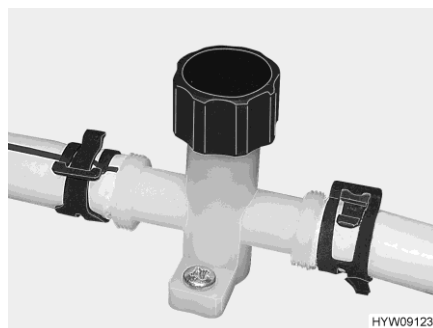
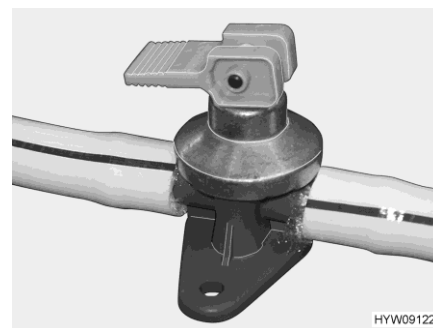

Bild 120 Avtappningskran (vattenledning)
Bild 121 Avtappningskran (varmvattenberedare Alde)
- Stäng avtappningskranarna. Vrid då locket (Bild 120) medurs och ställ vipparmen (Bild 121) vågrätt.
- Öppna avtappningskranarna. Vrid då locket (Bild 120) moturs och ställ vipparmen (Bild 121) lodrätt.